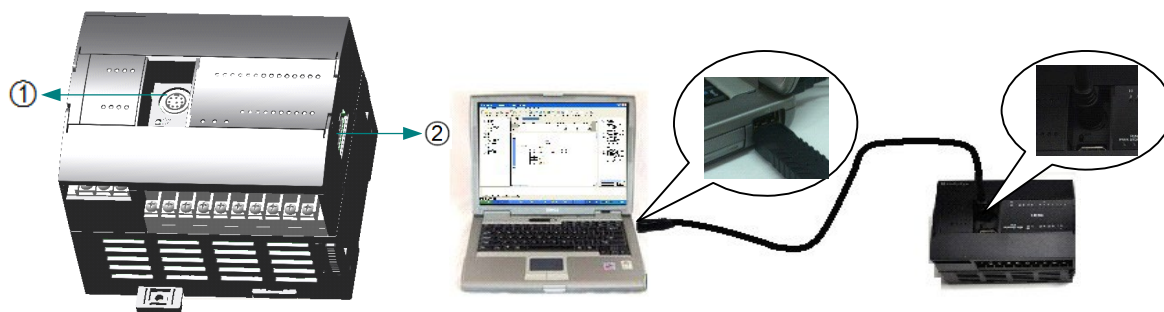

图 26 通讯连接示意
RS485 通讯接口，通过编程电缆建立与个人计算机（PC 机）的连接，实现用户程序下载和在线调试，并且用于与现场设备进行通讯。通过 8 芯圆形接口插座（图 26 ①处）实现 CPU 模块和 PC 机的连接通信，通过连接器（图 26 ②处）实现与扩展模块的连接通信。